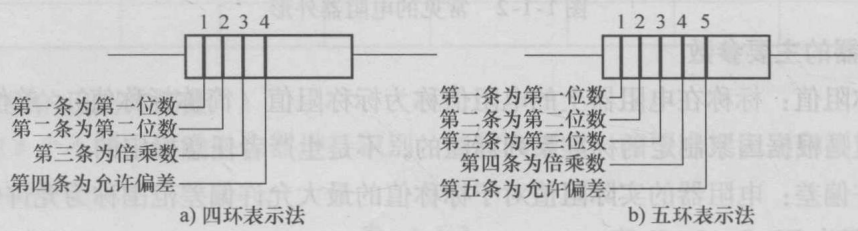

图 1-1-3 电阻器的色标法
常见的色环有四环和五环表示法（见图 1-1-3），色环靠电阻哪一端近，就由哪一端开始数环。
1) 普通电阻器通常为四条色环，其中第一、二条色环表示的数即为两位有效数，第三条色环为倍乘数（即 $\times 10^*$ ），而此色环表示的数是以 10 为底的指数，第四条色环则表示的是电阻值的允许偏差，如图 1-1-3 所示。